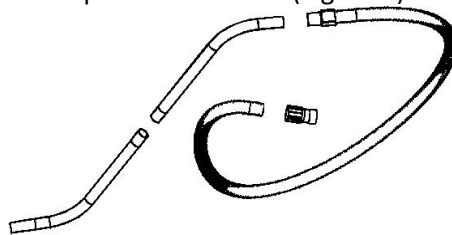

Figure 3
3. Placez l'extrémité du tuyau avec le connecteur court dans le connecteur carré et insérez l'interrupteur du connecteur carré dans la rainure du connecteur court. L'autre extrémité du tuyau doit être fixée avec différents raccords en fonction du travail de nettoyage, comme l'ensemble de buse pour sol sec, l'ensemble de buse pour sol humide. (Figure 3).